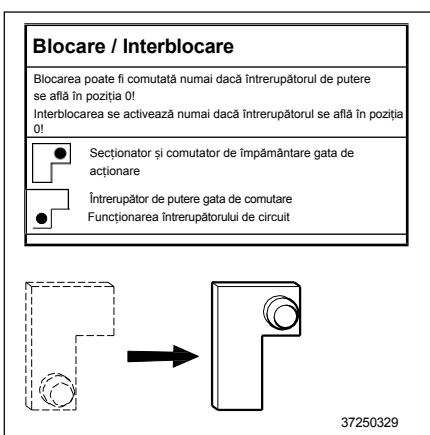

Fig. 57
**3** Dezactivați interblocarea dintre întrerupătorul de circuit și secționer sau comutatorul de împământare respectiv. Faceți acest lucru mutând maneta de acționare din poziția din stânga jos în cea din dreapta sus (Fig. 57) (a se vedea și Capitolul 4.9, „Interblocări ale panoului”).